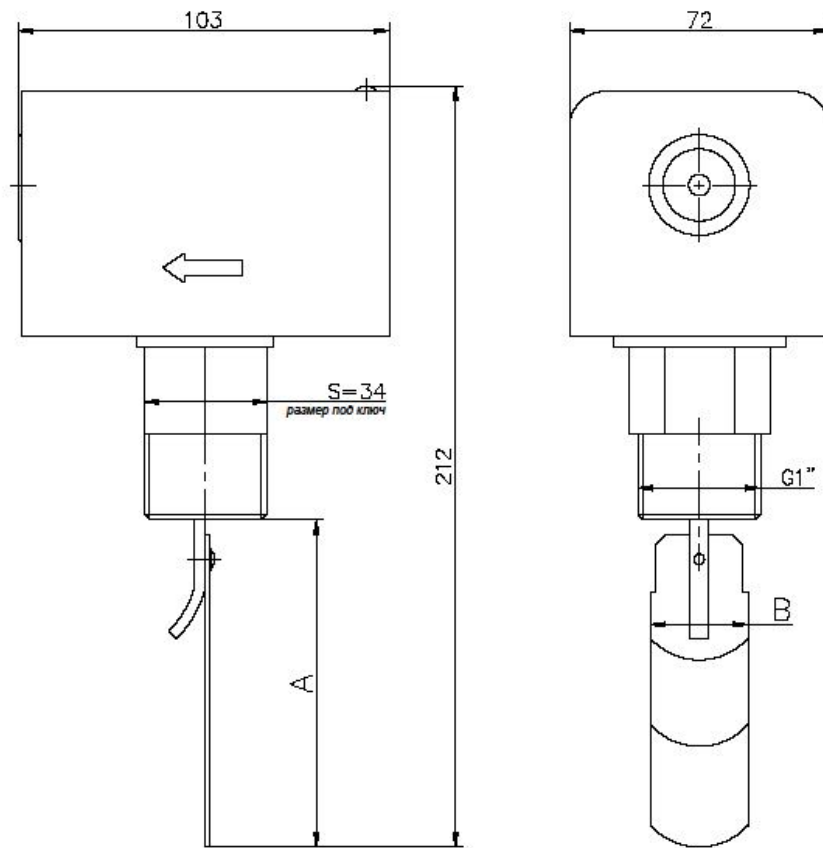

Рис. 1
5.1. Общий вид реле, его габаритные и присоединительные размеры представлены на рис. 1.